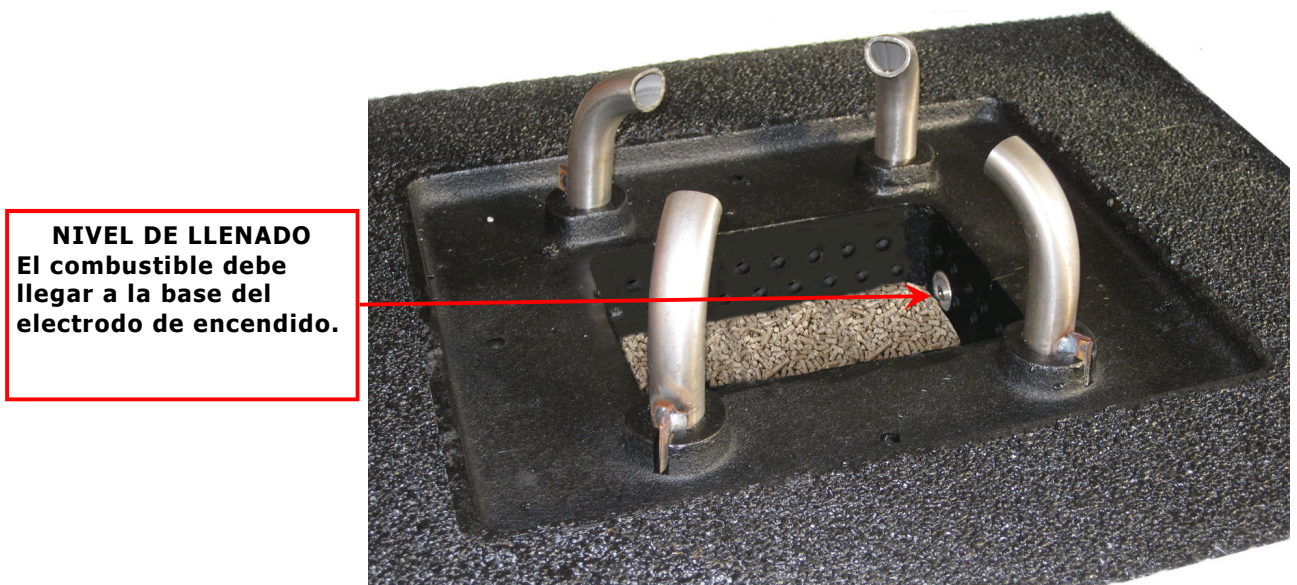

Fig 7.1 : Quemador CS SMALL 20-40
2. Controlar, abriendo la puerta frontal, que el combustible haya llegado a la base del electrodo de encendido (**ver fig 7.1**).